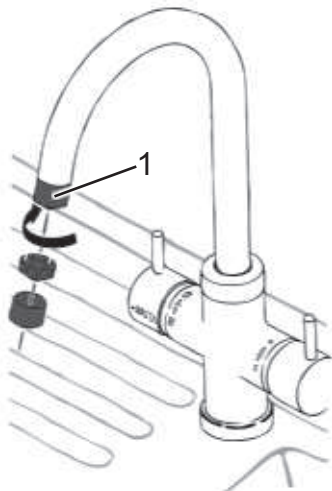

Abb. 38
1. Überwurfmutter (Abb. 38/1) abschrauben und Strahlregler auffangen bzw. aus dem Wasserhahn entnehmen.